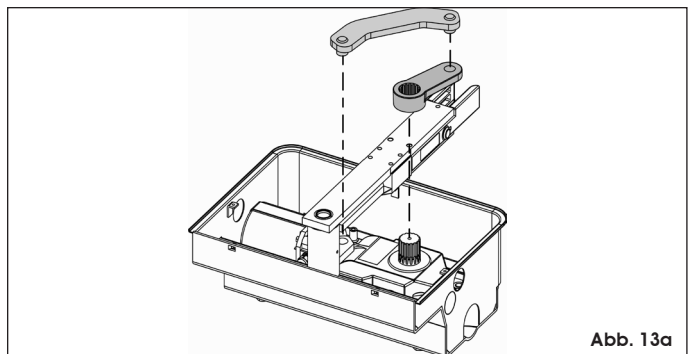

Abb. 13a
2. Antrieb mit den Befestigungsschrauben auf dem tragenden Gehäuse ausrichten und anhand der mitgelieferten Muttern und Scheiben festmachen (Abb. 13a und 13b).
3. Torflügel von Hand schließen und die mitgelieferten Antriebshebel gem. Abb. 13a installieren.